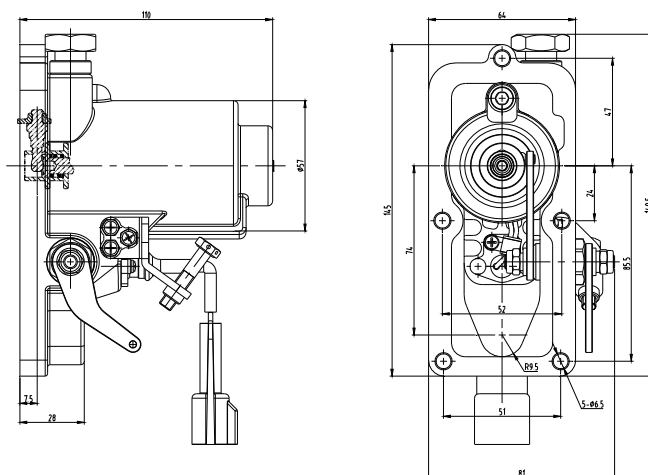

图 2.3 A07A 电磁执行器外形及安装尺寸图
2.2.2 A07A 电磁执行器外形及安装尺寸(如图 2.3)